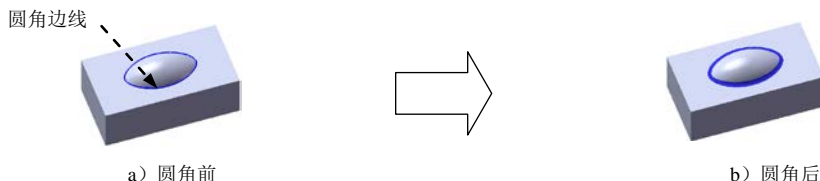

图 15.4.6 圆角 1
(4) 定义旋转属性。
① 定义旋转方向。在“旋转”对话框 **方向 1** 区域的下拉列表中选择 **给定深度** 选项，采用系统默认的旋转方向。
② 定义旋转角度。在 **方向 1** 区域的 **角度** 文本框中输入数值 360，选中 ☒ **合并结果(M)** 复选框。
(5) 单击 按钮，完成旋转 1 的创作。
Step4. 创建图 15.4.6 所示的圆角 1。
(1) 选择命令。选择下拉菜单 **插入(I)** → **特征(F)** → **圆角(U)...** 命令（或单击 按钮），系统弹出“圆角”对话框。
(2) 定义圆角类型。采用系统默认的圆角类型。